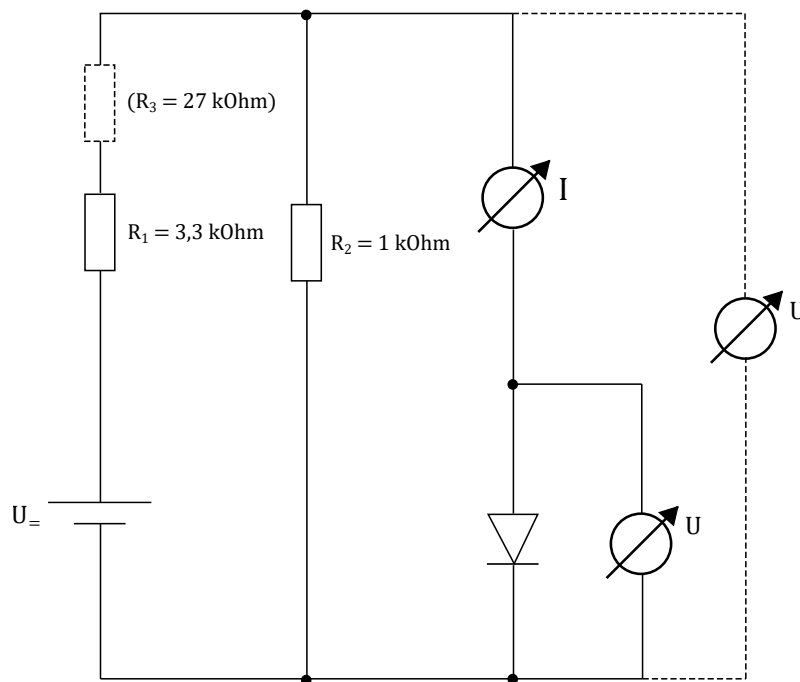

Abb. E24-1: Anordnung zur Messung der Kennlinie einer Ge-, Si- und Z-Diode in Stromfehlerschaltung (gestrichelt: Spannungsfehlerschaltung)
Ein ideales Strommessgerät sollte den Innenwiderstand 0Ω , ein ideales Spannungsmessgerät den Innenwiderstand $\infty\Omega$ haben - reale Messgeräte weichen davon ab. So beträgt zum Beispiel der Innenwiderstand des Spannungsmessers DMM3021 „nur“ $10\text{M}\Omega$. Als Folge davon kann an einem Bauteil nie gleichzeitig Strom und Spannung fehlerfrei gemessen werden: In Abb.E24-1 fließt durch die Parallelschaltung des Spannungsmessers zum Lastwiderstand ein zusätzlicher Fehlerstrom durch das Strommessgerät. In der alternativen, gestrichelten Anordnung wird dieser Fehlerstrom zwar vermieden, dafür muss man einen Spannungsfehler in Kauf nehmen: Zusätzlich zur Spannung am Lastwiderstand fällt eine Spannung am Strommessgerät ab, deren Größe meist auch noch vom gewählten Messbereich abhängt. In der Praxis muss man sich entscheiden, in welcher der beiden Messanordnungen der kleinere Fehler entsteht und ggf. den Fehler mithilfe der Instrumentendaten herausrechnen.
- Messen Sie die Durchlasskennlinie der Dioden im Bereich zwischen ca. $5 \mu\text{A}$ und ca. 8 mA . Bauen Sie dazu die Schaltung nach Abbildung E24-1 auf. Achten Sie darauf, dass der gewählte Messbereich Ihre Messungen nicht verfälscht.